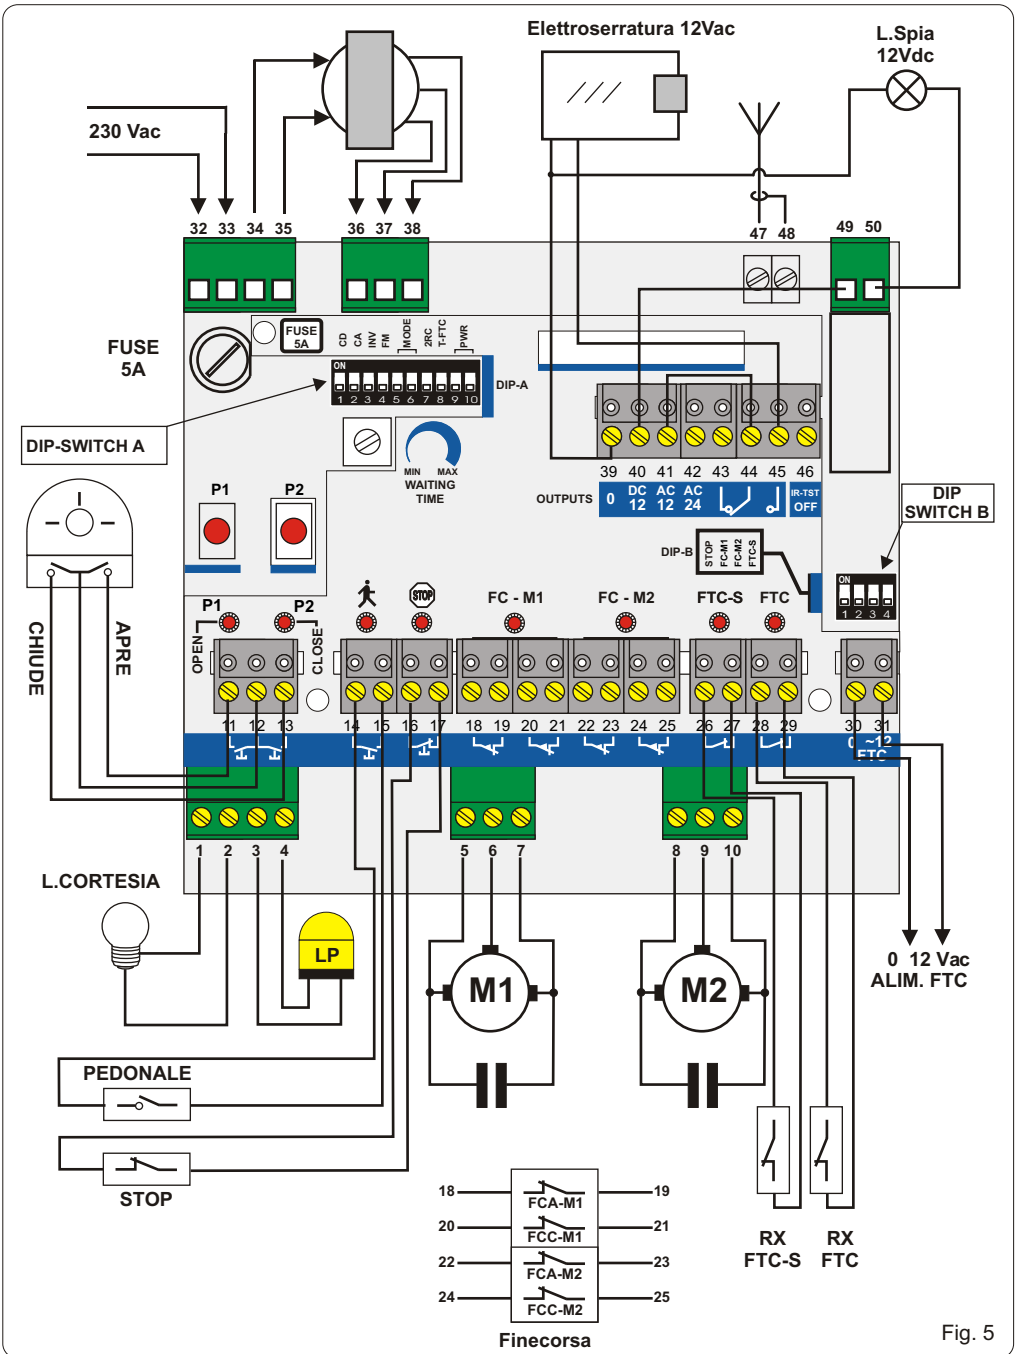

Fig. 5
- 7) Eseguire le connessioni facendo riferimento allo schema di Fig. 5 ed alla tabella Tab. 2.